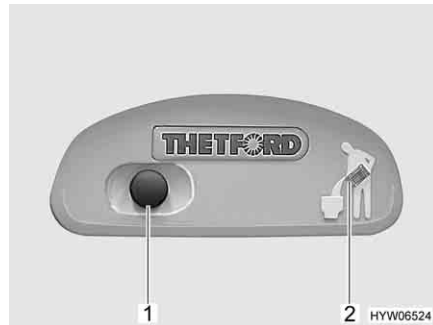
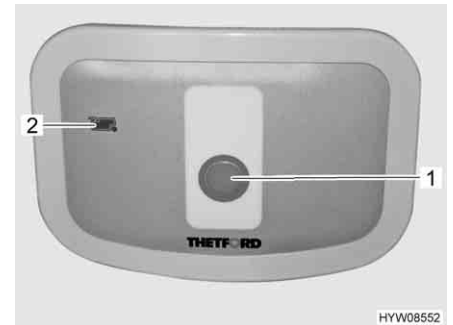

Fig. 242 Bouton pour la chasse d'eau/voyant de contrôle des toilettes Thetford
Fig. 243 Bouton pour la chasse d'eau/voyant de contrôle des toilettes Thetford (alternative)
- Pour actionner la chasse d'eau, appuyer sur le bouton bleu (Fig. 242,1 ou Fig. 243,1).
Le voyant de contrôle (Fig. 242,2 ou Fig. 243,2) s'allume lorsque le réservoir pour matières fécales doit être vidé.